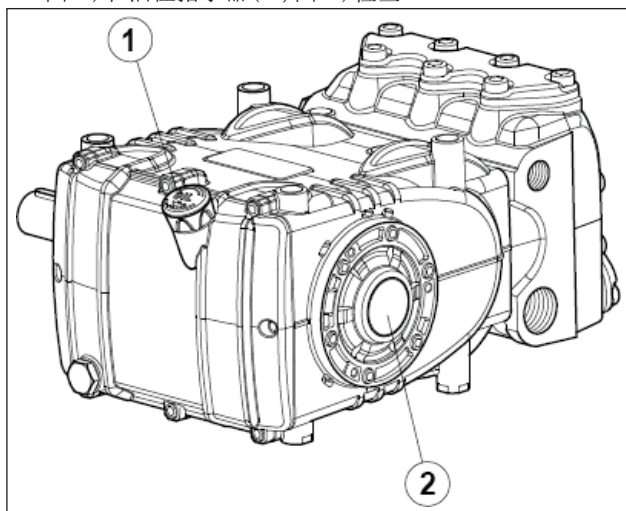

图14
5. 泵壳体中的油达到所需油位, 可通过专用油位尺(①, 图14)和油位指示器(②, 图14)检查。